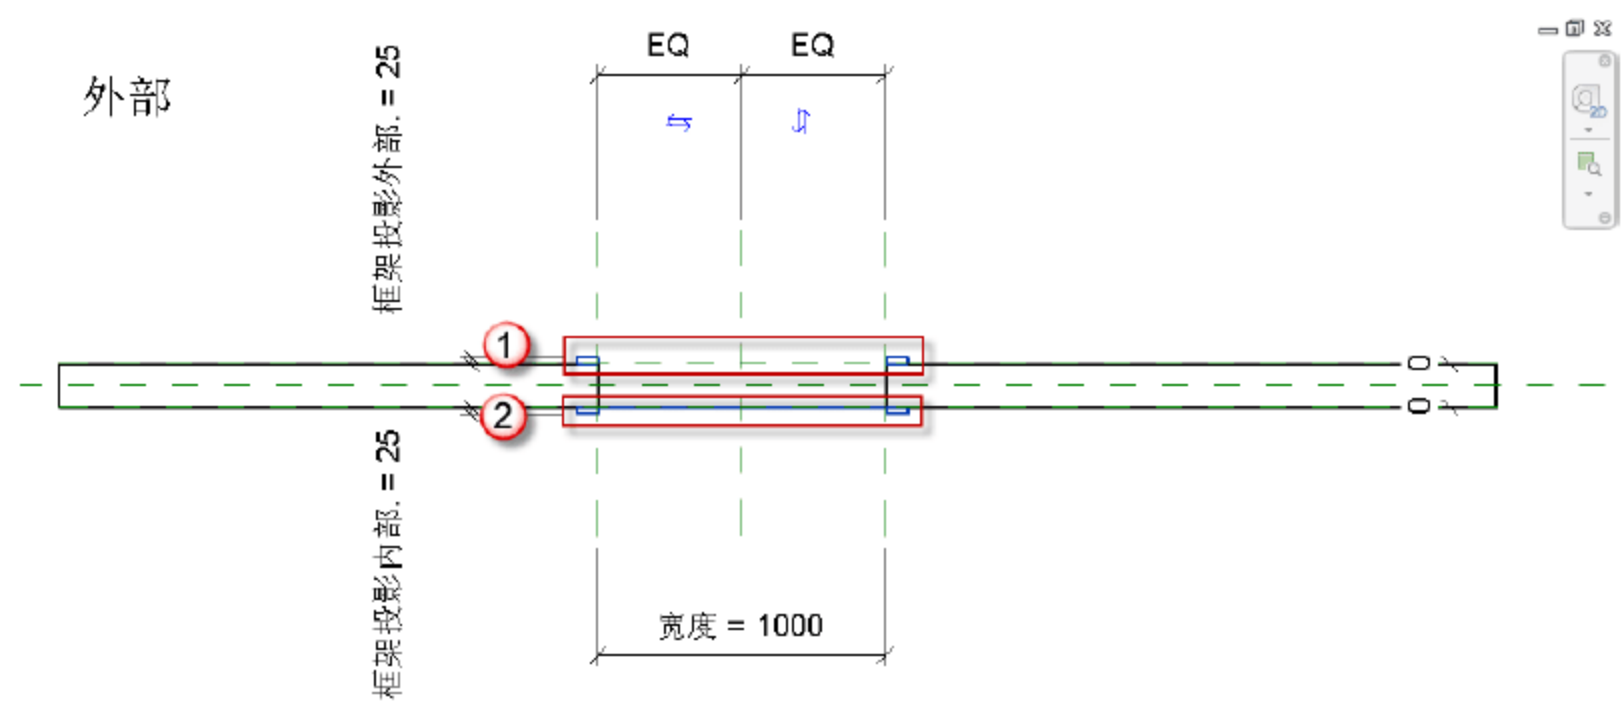

图 6.2.2 选定“框架/竖挺：拉伸”
(2) 删除公制门框架。按 Ctrl 键，多选上“框架/竖挺：拉伸”，如图 6.2.2 所示，按